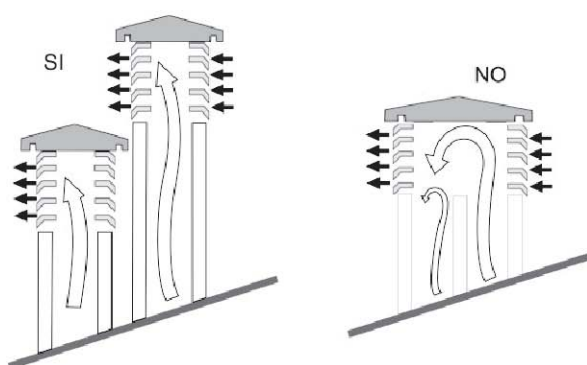

Fig. 3
- Qualora si utilizzino canne fumarie ad uscite parallele, si consiglia di alzare di un elemento la canna controvento (fig. 3).